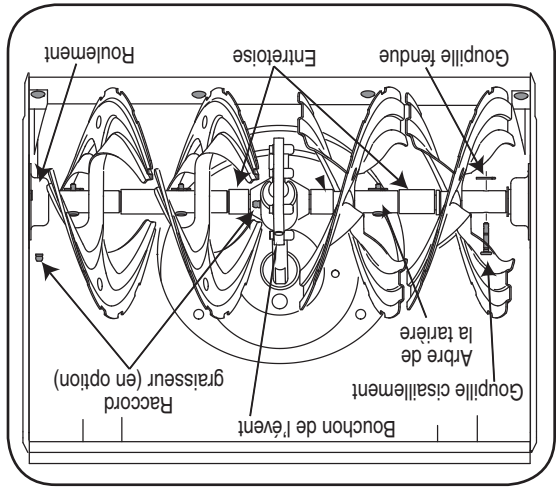

Figure 21
Enlevez les goupilles de cisaillement sur l'arbre de la tarière, au moins une fois par saison. Vaporisez un lubrifiant à l'intérieur de l'arbre et autour des entroises. Lubrifiez aussi les roulements à bride troués à chaque extrémité de l'arbre de la tarière. Voir la Figure 21.
- Deux goupilles de cisaillement et deux goupilles fendues maintiennent les tarières sur l'arbre de la tarière. Les goupilles sont sensées se cisailier si la souffreuse heurte un objet ou un bloc de glace. Voir la Figure 21.